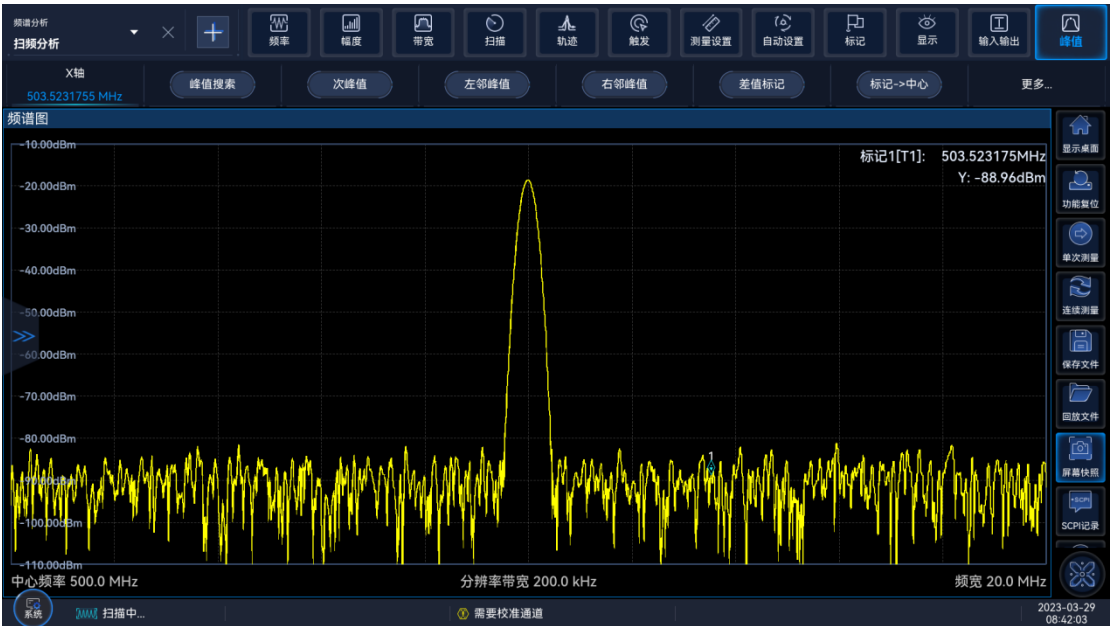

图 3.14 移动标记界面
- 可以通过触摸屏或鼠标点击并拖动该标记或者使用旋钮、箭头键等，将标记移动至其它的位置。标记的当前位置采用白色菱形框表示，如图 3.14 所示。